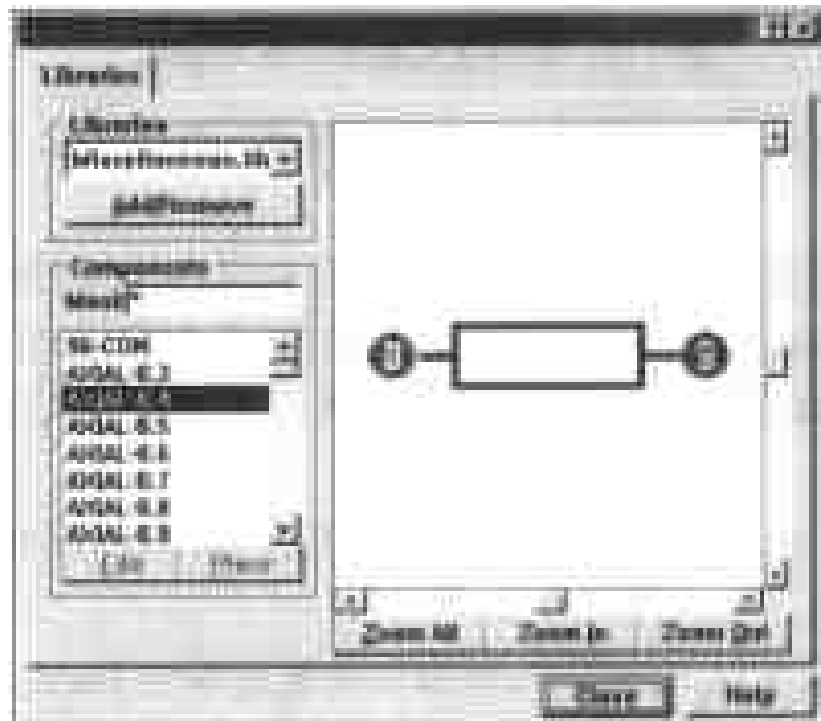

图 7-49 查找元件的对话框
(2) 在对话框的 Footprint 选项的输入框中输入要导入图纸中的元件的名称,如果用户不知道具体的名称,可以单击旁边的 Browse 命令按钮,在弹出的如图 7-49 所示的对话框中查找要导入的元件,然后单击 Close 命令按钮,返回如图 7-48 所示的对话框。